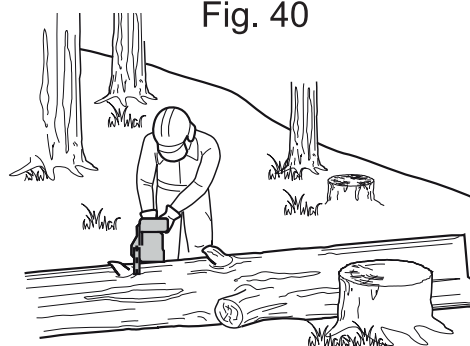

Fig. 41
- > Ao cortar os cepos num declive, mantenha-se sempre no lado mais elevado. (Fig. 41). Ao efetuar o corte transversal, para manter o controlo, liberte a pressão de corte junto ao final do corte, continuando a segurar firmemente as pegadas da motosserra. Não deixe que a corrente toque no chão. Depois de concluído o corte, espere que a corrente pare completamente antes de mover a motosserra. Desligue sempre o motor quando mudar de árvore.